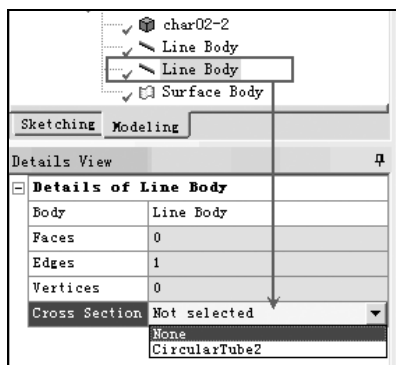

图 2-80 将圆环截面施加到线体 2
**步骤 02** 利用同样的方法，将圆环截面施加到另一线体上，如图 2-80 所示。